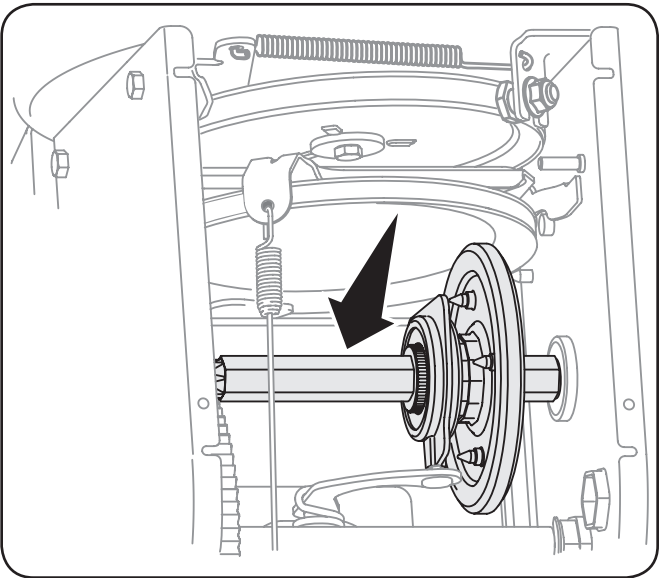

Fig. 6-2
4. Appliquez une légère couche d'huile polyvalente toutes saisons sur l'arbre hex. Voir la Fig. 6-2.